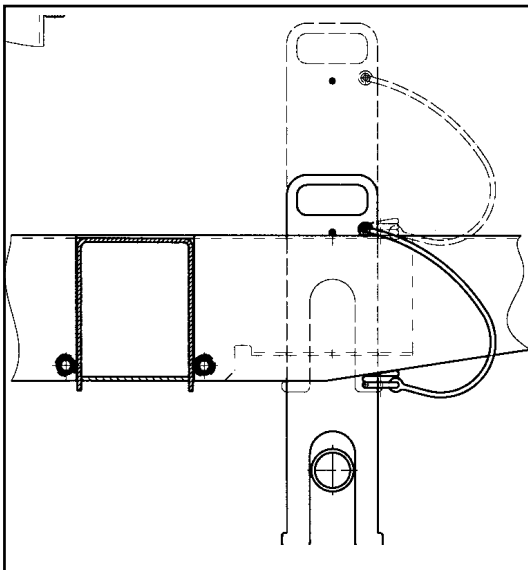

Bild 3-6
- Verdrehsicherung entriegeln und sichern (Bild 3-6)
- Kreiselsicherung (f) abstecken und sichern (Bild 3-6 und 3-9)